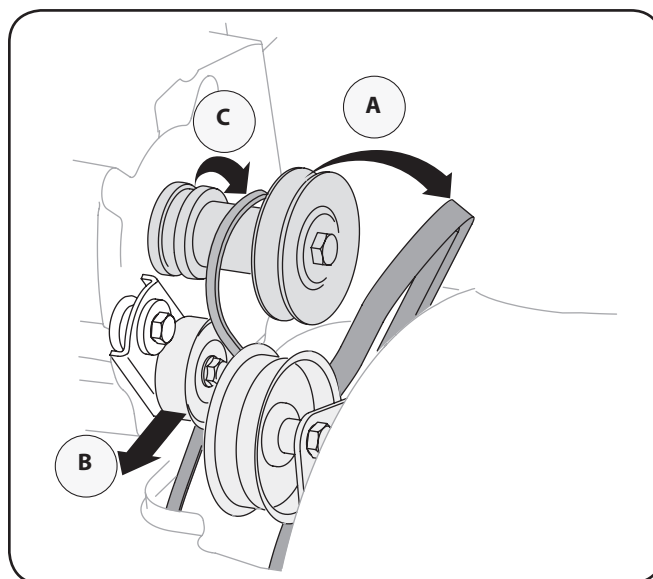

Figura 7-6
- Use una llave para girar la polea loca hacia la derecha. Vea la Figura 7-6.